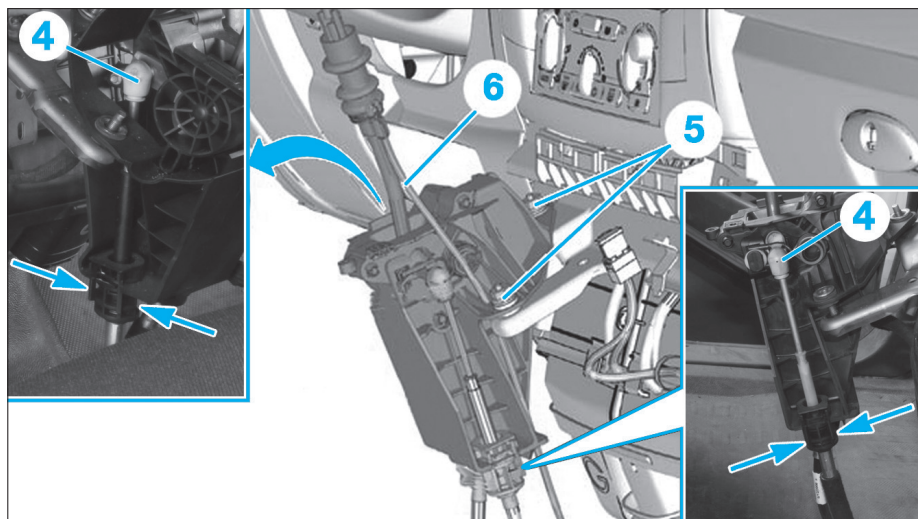

Fig. 9
- Désaccoupler les rotules (4) (Fig.9).